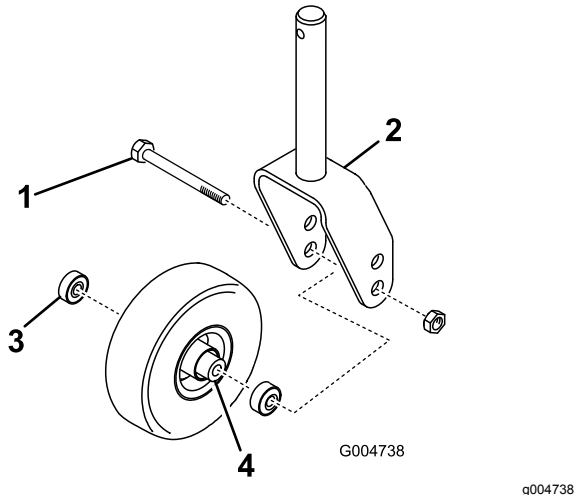

Bild 29
1. Entfernen Sie die Sicherungsmutter von der Schraube, mit der das Laufrad an der Gabel befestigt ist (**Bild 29**). Halten Sie das Laufrad fest und schieben die Schraube aus der Gabel oder vom Gelenkarm ab.
2. Entfernen Sie das Lager aus der Radnabe und lassen das Lagerdistanzstück herausfallen (**Bild 29**). Entfernen Sie das Lager aus der gegenüberliegenden Seite der Radnabe.